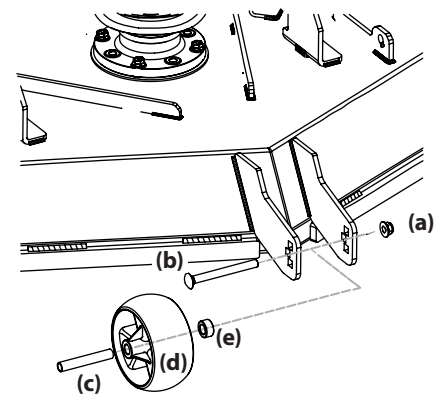

Figura 15
6. Retire la tuerca de seguridad (a) que fija una de las ruedas de calibración delanteras a la plataforma. Quite el tornillo con reborde (b), el separador tubular (c) y el espaciador con reborde (e) para quitar la rueda (d). Consulte la Figura 15.